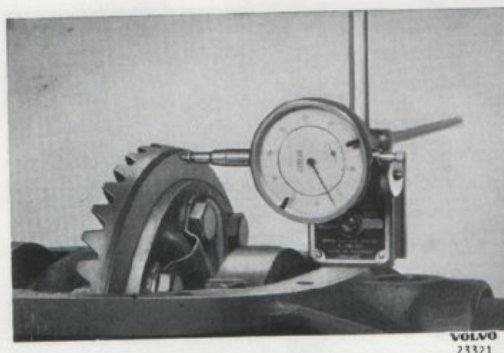

Bild 28. Mätning av kronhjulets axialkast.
12. Sätt på överfallen (2) med skruvar och drag skruvarna med  $5,5$ — $7$  kgm. Anbringa en indikator mot kronhjulets baksida, se bild 28. Drag runt kronhjulet och mät dess axialkast. Detta får inte överstiga  $0,08$  mm.